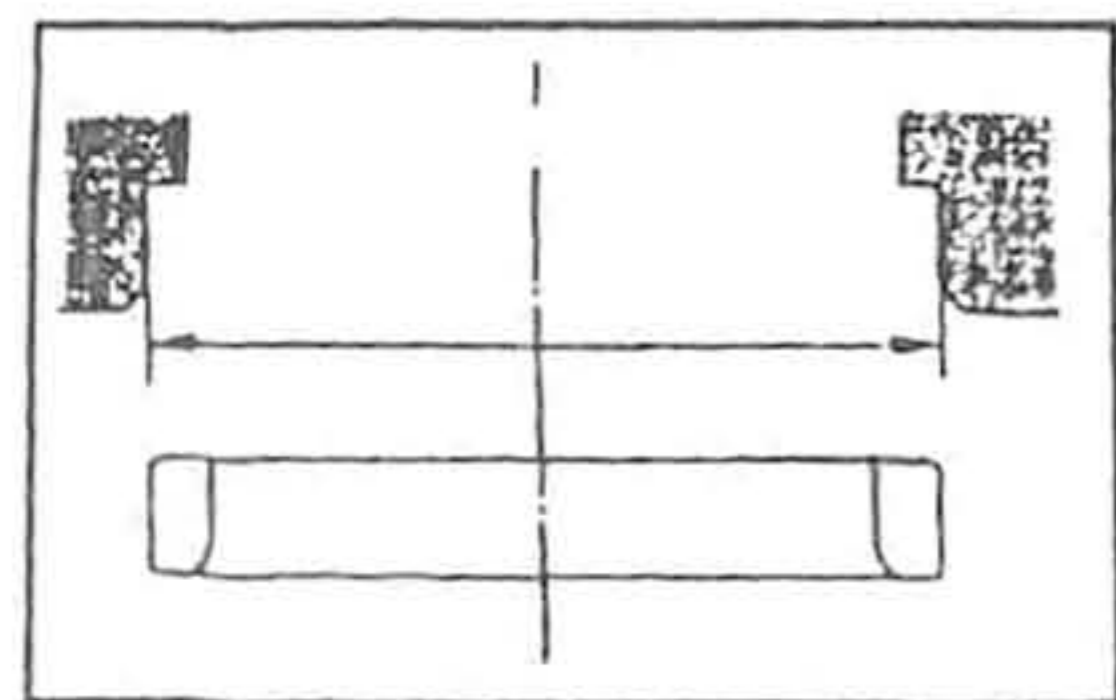

Рис. 34.
Рассмотрим порядок обработки седла с шириной рабочей части фаски седла клапана 1,4 мм и с углами профиля для выпускного (1) и впускного (2) клапанов в соответствии с рис. 34.